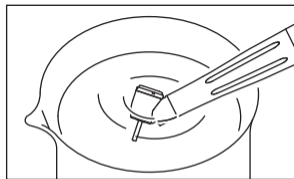

Abb. 7
- 3) Drehen Sie das Handstück und tauchen Sie den Handstückkopf halb in den Becher mit Wasser ein. (Abb. 7)